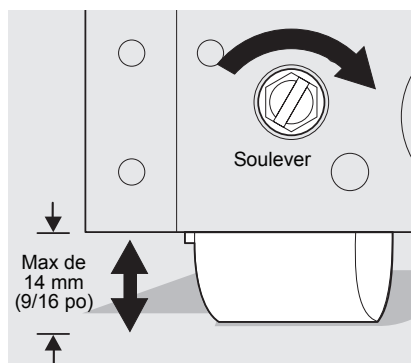

Figure 2
- 2 À l'aide d'un tournevis plat ou d'une clé à douille de $\frac{3}{8}$ po (9,5 mm), soulevez ou abaissez les roulettes avant (Figure 2). Évitez de soulever l'armoire de plus de $\frac{9}{16}$ pouce.